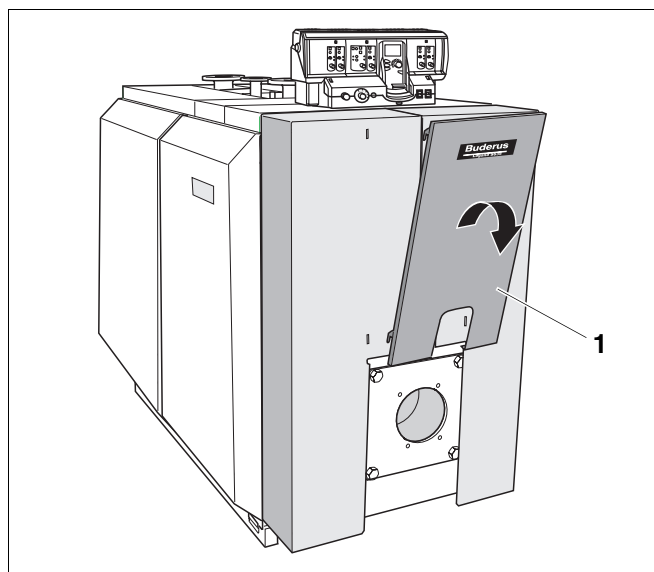

Рис. 43 Демонтаж декоративного элемента
- Снять декоративный элемент (рис. 43, поз. 1) с правой и левой частей обшивки дверцы горелки в направлении, показанном стрелками.